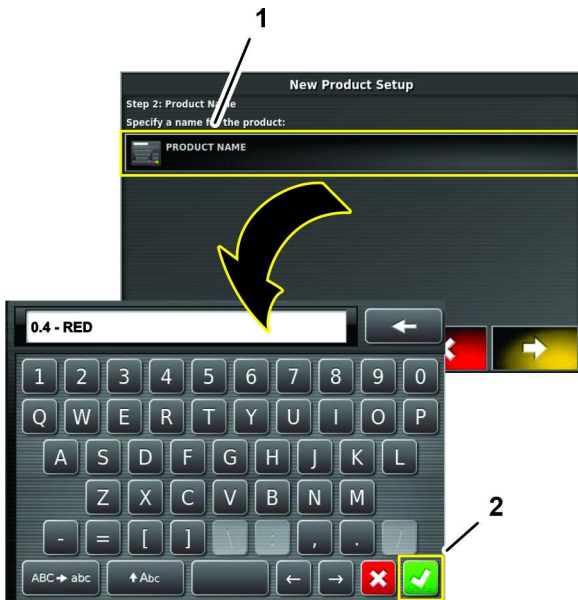

Figure 118
7. Appuyez sur l'icône NOM DE PRODUIT, saisissez le nom du produit avec le clavier virtuel, puis appuyez sur l'icône de confirmation (Figure 118).